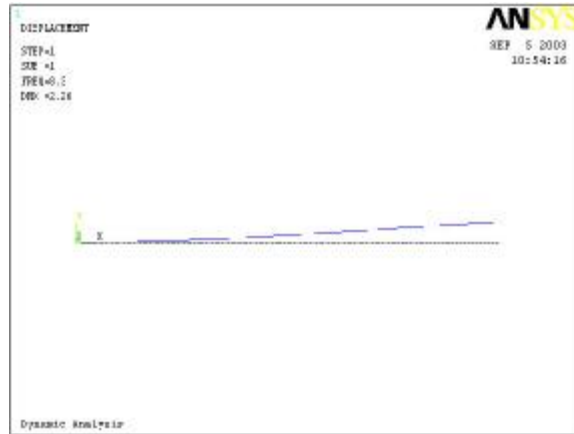

图 5-6 一阶模态
重复步骤(3)得到的1~4阶模态图形如图5-6~9所示：
- 一阶模态（如图5-6所示）